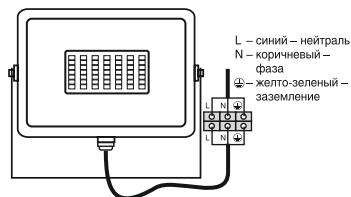

Рис. 1 Схема подключения прожектора к сети электропитания
6.2 Подключение светодиодных прожекторов ТМ СОЮЗ должно производиться при выключенном электропитании, согласно схеме представленной на **рис. 1**.